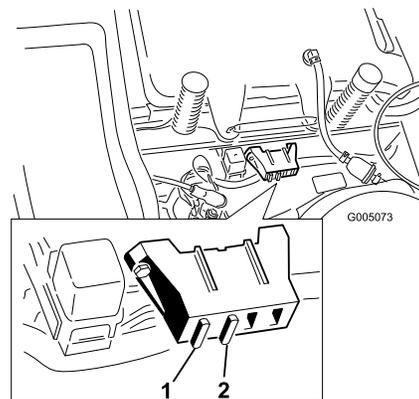

Bild 33
- Heben Sie den Sitz an, um die Sicherungshalter zugänglich zu machen (Bild 33).
- Ziehen Sie die Sicherung zum Wechseln heraus (Bild 33).